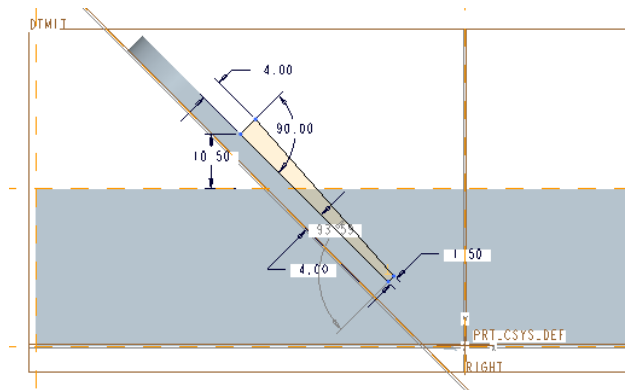

図 4-48 傾斜面における楔断面
- ・ 次にカッターを固定する楔を作成する。楔の断面スケッチ及び寸法は図 4-48 に示すようにベースフィーチャー上面より 10.5mm 上方から長さ 50mm の楔形の板で上部の厚い部分は 4mm、下